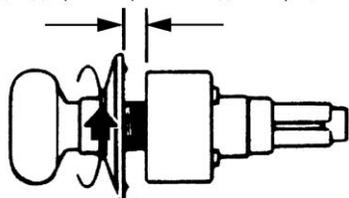

Рис. 6.9. Регулировка положения розочки (С разрешения компании Schlage Lock Company)
5. Отрегулировать розочку, поворачивая и отодвигая на $1/16$ дюйма (1,5 мм) от корпуса для двери толщиной $1\ 3/8$ дюйма (35 мм). Для двери $1\ 7/8$ дюйма (47,5 мм) ее следует повернуть на $3/16$ дюйма (4,5 мм) (рис. 6.9).